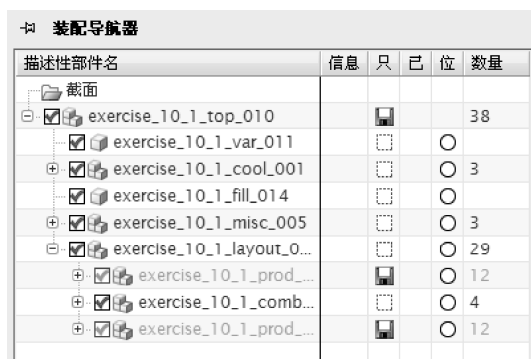
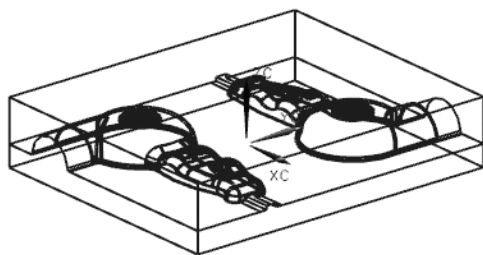

图 10-39 装配导航器
图 10-40 合并型腔和型芯
(4) 如图 10-39 所示，打开装配导航器，展开布局节点，将布局节点下原来的两个腔体屏蔽掉，只留下组合腔体，如图 10-40 所示。